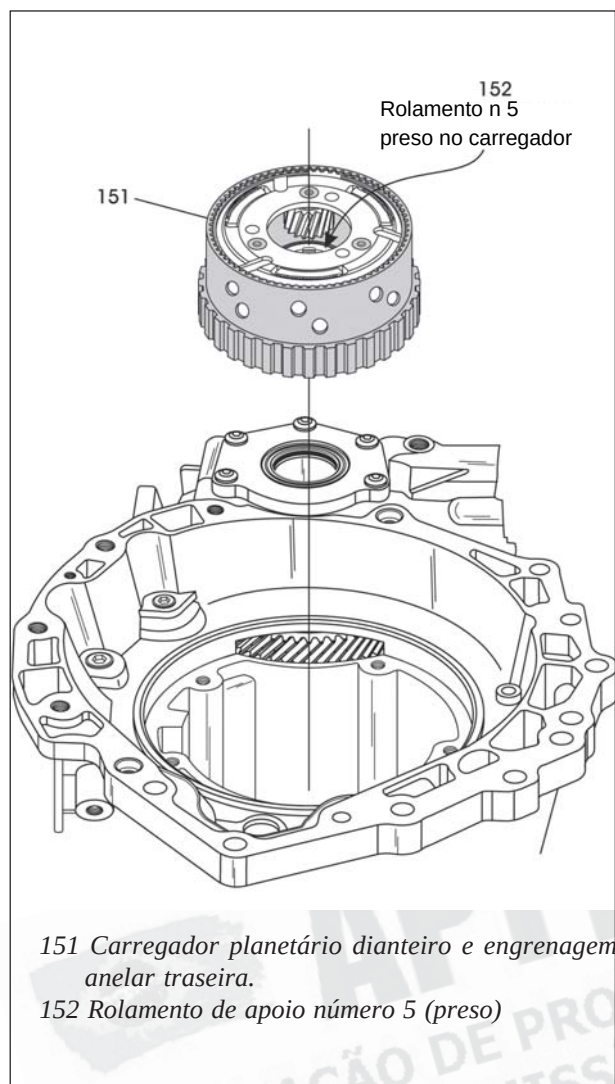

Figura 67
51. Remova o carregador planetário dianteiro e conjunto da engrenagem anelar traseira, conforme mostra a figura 67.